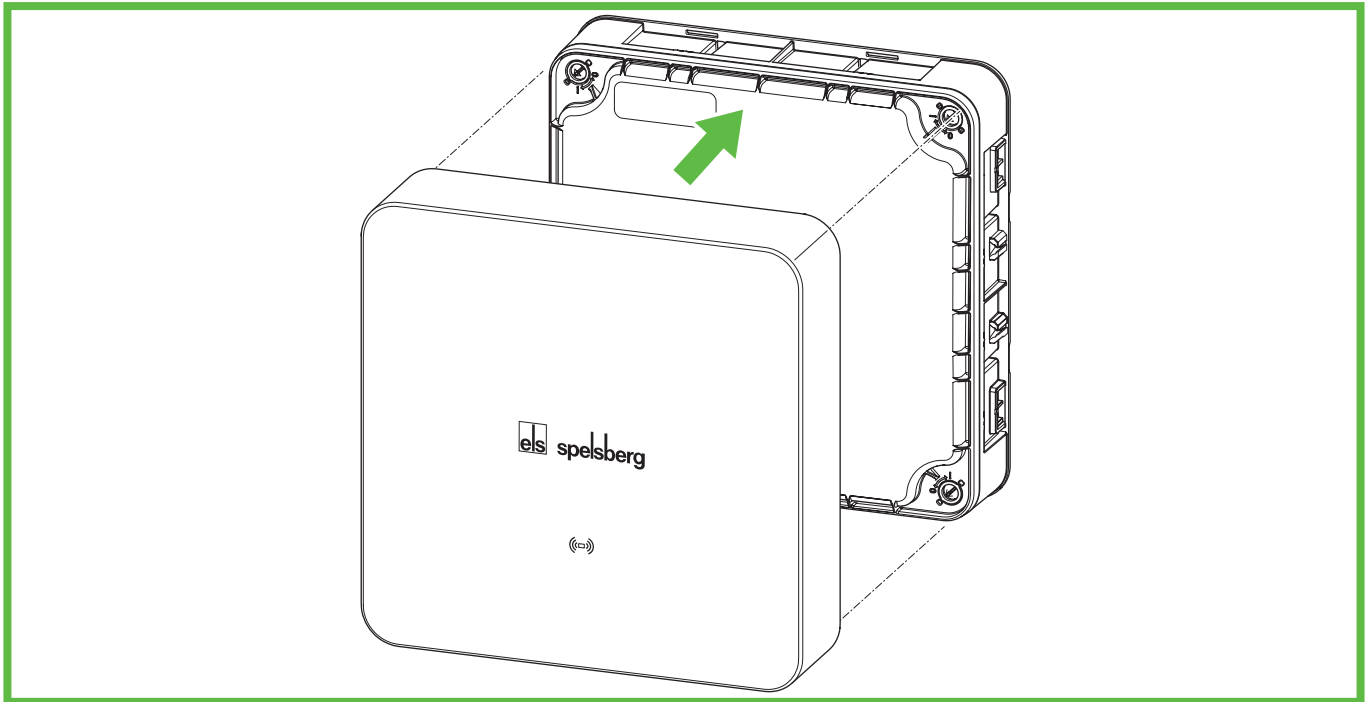

Abb. 16: Montage Designcover
- ▶ Drücken Sie das Designcover auf die Wallbox. Das Spelsberg-Logo muss lesbar sein (siehe Abb. 16).